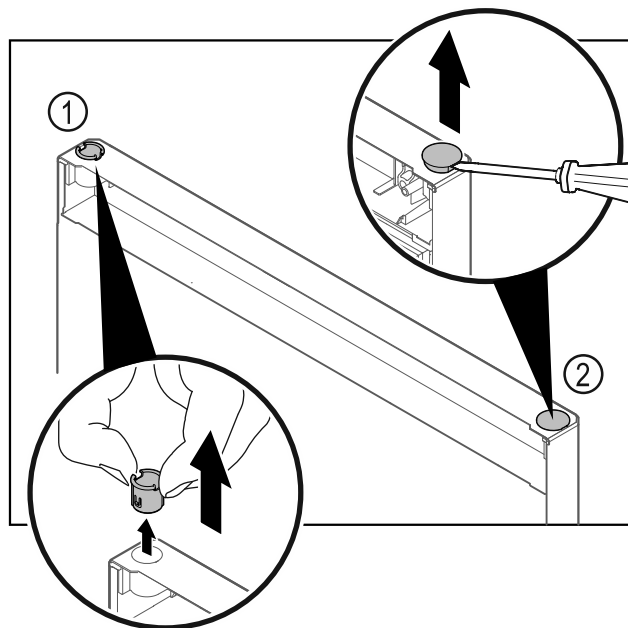

Fig. 27
- Scharnierbuchse Fig. 27 (1) mit den Fingern herausziehen.
- Abdeckstopfen Fig. 27 (2) vorsichtig mit einem Schlitzschraubendreher anheben und herausziehen.